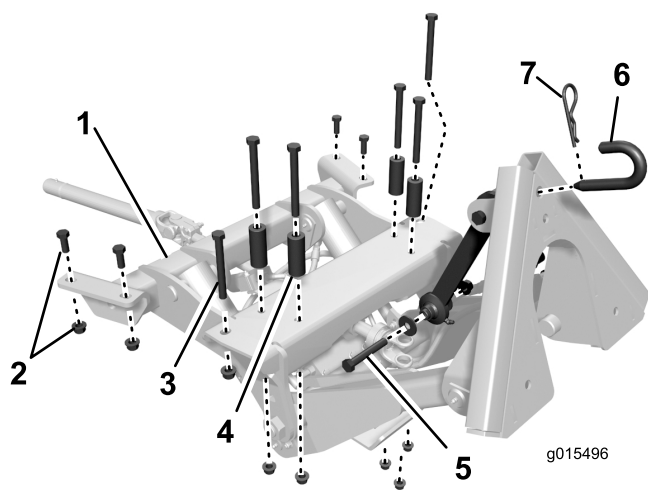
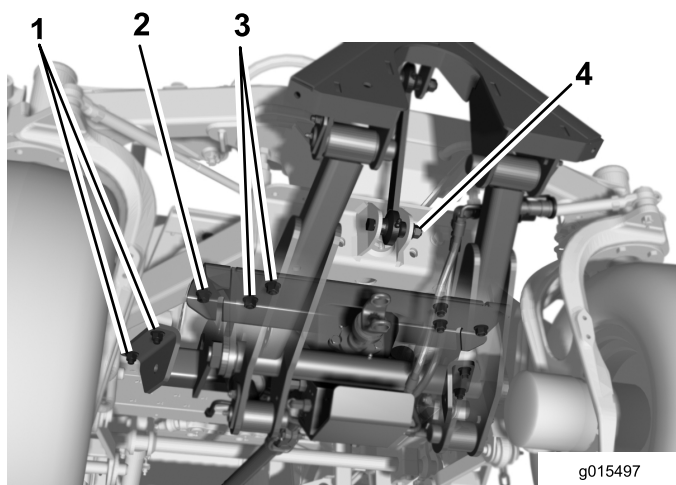
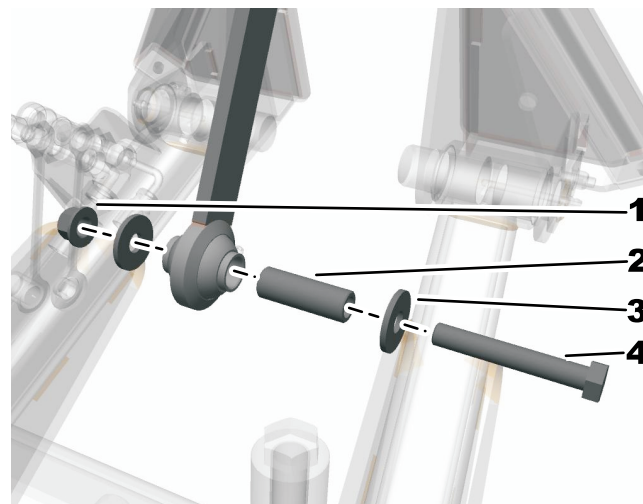

図 5
図 6
図 7
1. 図 5 は、前アタッチメントフレームをトラクションユニットのフレームの下側に取り付ける位置や、取り付け用の金具類の大きさや位置を、上から見た状態を示している。
3. 前アタッチメントフレームを機体の前部に置く (図 6)。
4. 前アタッチメントフレームを持ち上げて取り付け穴をフレームの穴および前フレームのクロスプレートに合わせる (図 6)。
5. アタッチメントの前部で、左右にある外側穴を、フレームのチャンネル鋼に合わせて固定する；1/2 x 4-1/2 インチねじと 1/2 インチフランジナットを使用する (図 6)。
6. アタッチメントの後部で、左右をフレームのチャンネル鋼に固定する；1/2 x 1-1/4 インチねじ (2本) と 1/2 インチフランジナットを使用する (図 6)。
7. 残っている取り付け穴 (4つ) を使って、アタッチメントをフレームのクロスプレートに固定する；1/2 x 4-1/2 インチねじ、スペーサ、1/2 インチフランジナットを使用する (図 6)。スペーサはねじの頭とクロスプレートの間に入れる。
9. トップリンク・アセンブリをアクスルサポートに固定する；1/2 x 3-1/4 インチねじ、サポートワッシャ (2枚)、1/2 インチロックナットを使用する (図 5と図 6)。ワッシャは、アクスルサポートの耳の外側に入れる。スペーサを取り付けてトルク締めする；67-83 ft-lbs (91-113 Nm=91-11.5 kgm) (図 7)。